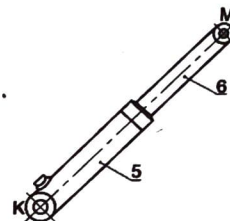

Figure 3
3.2. Isoler le vérin (5+6), faire le bilan des actions mécaniques et conclure (figure 3).